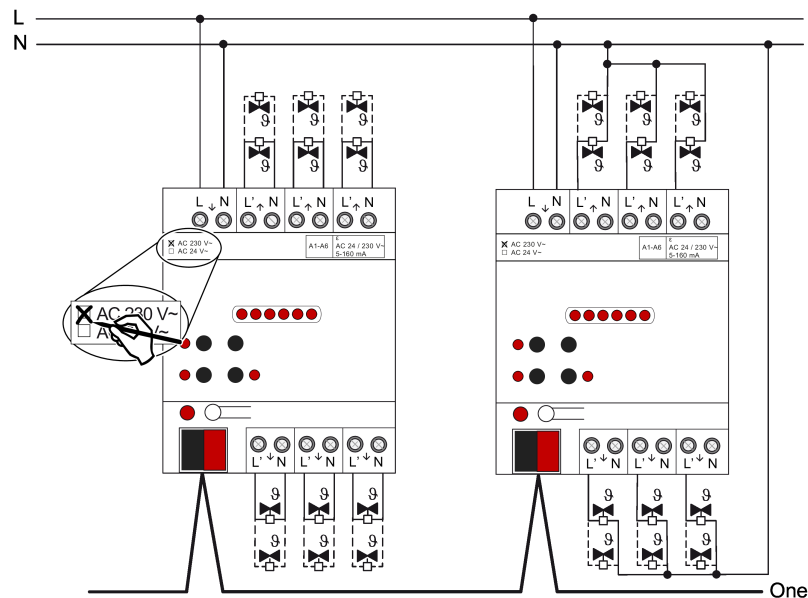

Figure 3: Raccordement de moteurs électrothermiques 230 V AC (exemples de raccordement)
- Raccorder les servomoteurs 230 V AC conformément au schéma de raccordement (voir figure 3). Les conducteurs neutres des servomoteurs peuvent être raccordés soit directement aux bornes neutres des sorties de l'actionneur de chauffage (exemple de raccordement à gauche), soit communément à un po-